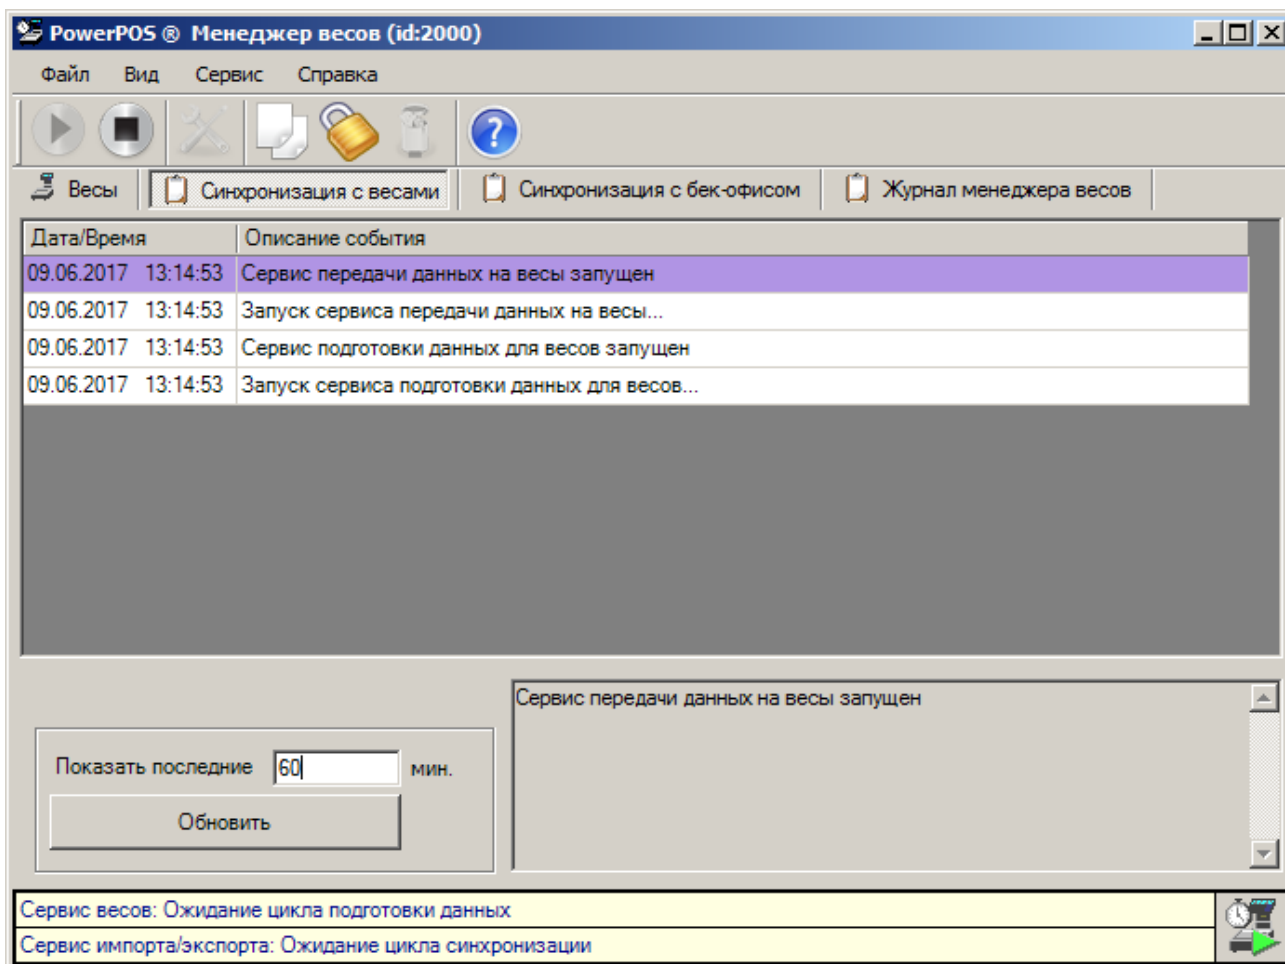

Рис. 3. Вкладка «Синхронизация с весами»
1. Во вкладке «Синхронизация с весами» отображается процесс синхронизации данных «Менеджера весов» с весами (Рис. 3). Здесь отображается информация о начале и окончании обмена данными, о переданных на весы справочниках и об ошибках произошедших в процессе синхронизации. Для каждого события фиксируется дата и время, а также описание событий.
1. Во вкладке «Синхронизация с бэк-офисом» отображается процесс синхронизации данных «Менеджера весов» с внешней системой (бэк-офисом или «Сервером данных») (Рис. 3). Здесь отображается информация о начале и окончании обмена данными, о полученных из внешней системы справочниках и об ошибках произошедших в процессе синхронизации. Для каждого события фиксируется дата и время, а также описание событий.